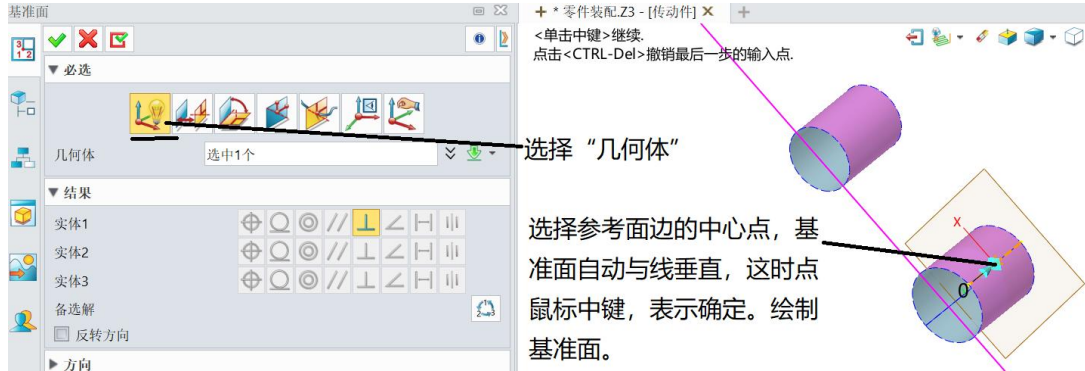
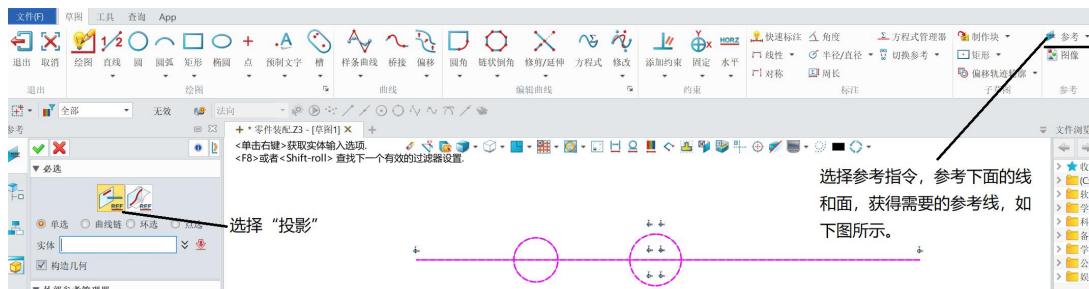

图 15-16 基准面创建
图 15-17 参考线绘制
(1) 创建基准面，用于绘制草图，如图 15-16 所示。
(2) 以图 15-16 所示的基准面绘制草图，如图 15-17 所示。